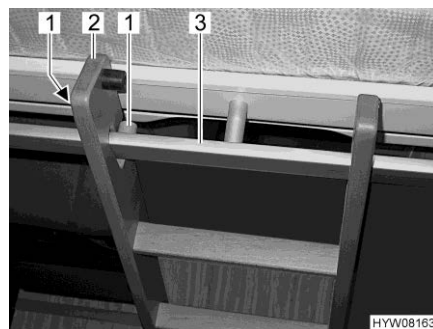

Fig. 96 Scaletta di accesso (agganciata)
- Agganciare:* ■ Agganciare la scaletta di accesso (Fig. 96,2) con le due staffe nella barra di presa (Fig. 96,3) al letto basculante. Durante l'agganciamento fare attenzione che i longheroni della scala vengano posizionati attraverso i due dispositivi di fissaggio (Fig. 96,1). Questo serve a impedire che la scaletta di accesso scivoli di lato.
- Stivamento:* ■ Staccare la scaletta di accesso (Fig. 96,2) dalla barra di presa (Fig. 96,3) nel letto basculante.